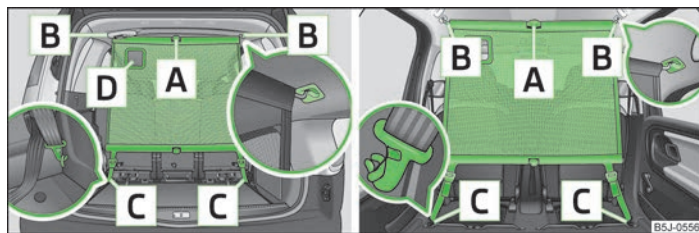

Fig. 48 Utilizarea peretelui despărțitor din plasă în spatele scaunelor spate / față
- > Așezați bara transversală în prinderea **B** » fig. 48, mai întâi într-o parte și apăsați-o spre înaintea. Așezați în mod similar bara transversală în cealaltă parte, în prinderea **B**.
- Slăbiți curelele pe ambele părți și desfaceți carabinele **C** » fig. 48.
- Apăsăți tasta roșie a articulației **A** » fig. 48 - articulația se slăbește.
Orificiul **D** » fig. 48 din peretele despărțitor cu plasă servește la trecerea centurii de siguranță cu prindere în trei puncte » pagina 107, *Centura de siguranță pentru scaunul central din spate*.